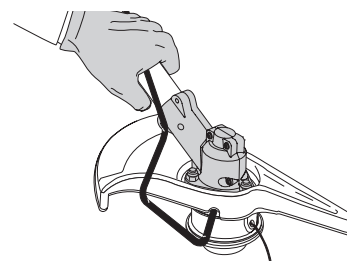

Fig. 8
2. Maintenez la tige de blocage en place en la saisissant près du bras de l'appareil (Fig. 8).